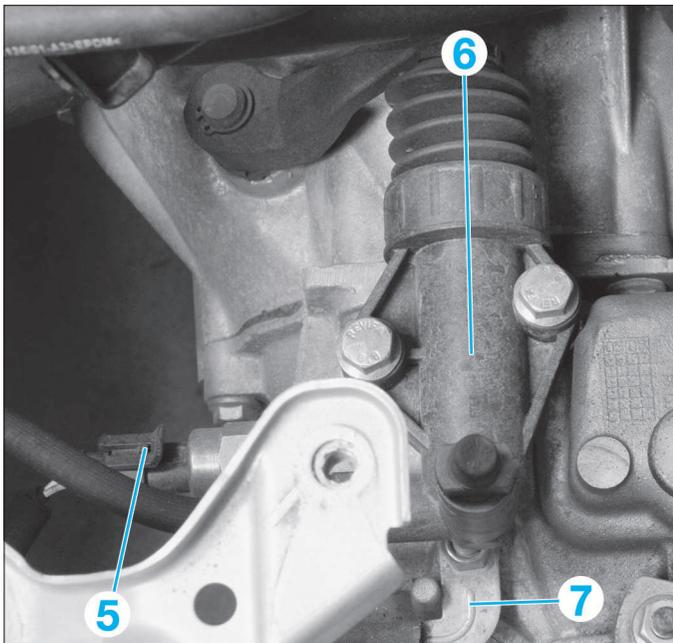
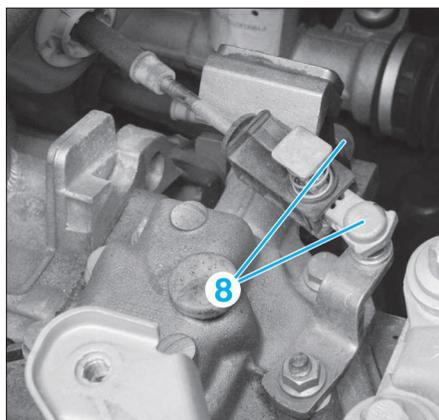

FIG. 3
FIG. 4
- Débrancher le connecteur (5) du contacteur de feux de recul (Fig.3).
- Dévisser les vis du cylindre récepteur d'embrayage (6) et le mettre de côté.
- Débrancher la masse du carter de boîte de vitesses (7).
- Débrancher les câbles (8) de commande et de sélection des rapports (Fig.4).